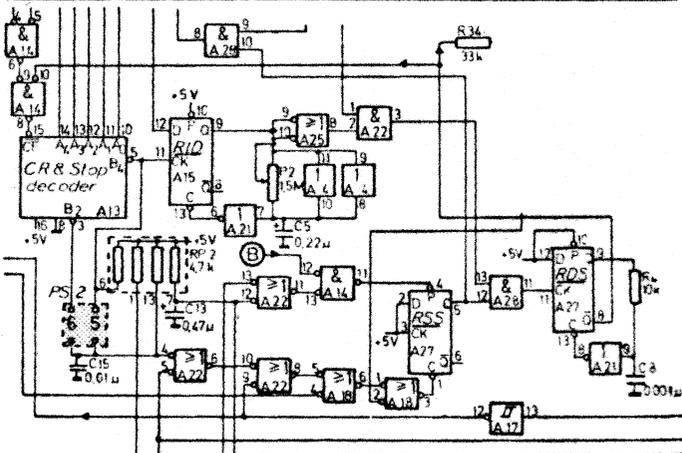

FIG 18
5.4 CR & STOP DECODER See Fig. 18